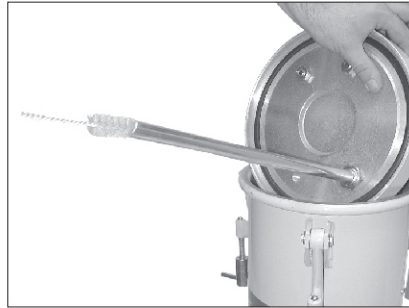

Fig. 26
- Enlever la peinture dans le fond de la cuve, puis rincer la cuve au solvant. Nettoyer le tube plongeur à l'aide de solvant et de la brosse à goupillon. (Fig. 26)